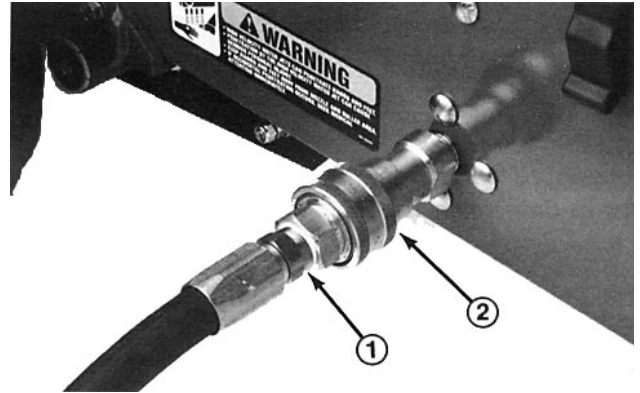

Bild 8
3. Den Schlauchadapter (Bild 8) am Gartenschlauch befestigen, dann den Adapter an der Schnellkupplung an der Seite der Maschine anschließen.